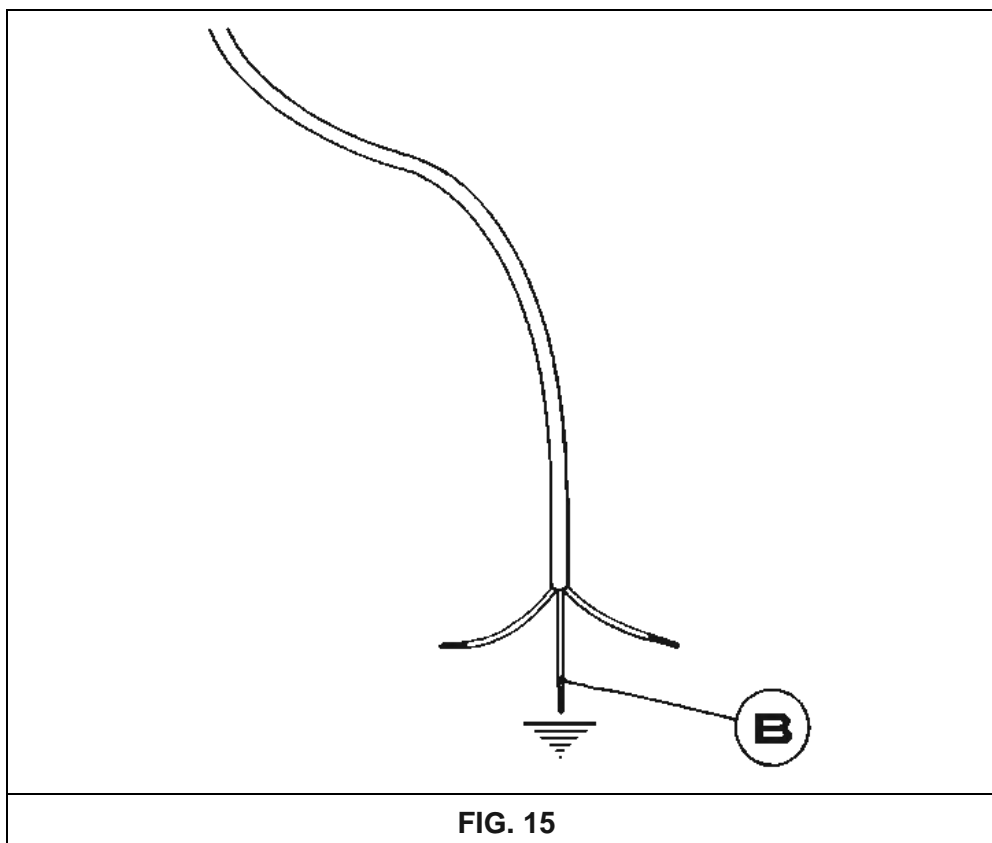

FIG. 15
Les foyers peuvent être adaptés aux types différents de gaz par monter les buses correspondantes dans chaque foyer. Pour réaliser cette opération, il est nécessaire d'enlever les têtes des foyers, dévisser la buse « A » (voir la fig. 15) avec une clé polygonale « B » et la replacer par une buse adaptée au gaz à utiliser. Il est conseillé de serrer la buse fortement.
En cas de remplacement du câble d'alimentation, l'installateur devra disposer du conducteur de mise à la terre (B) plus large que les conducteurs de phase (voir la fig. 15) et il devra observer les avertissements indiqués dans le paragraphe 8.